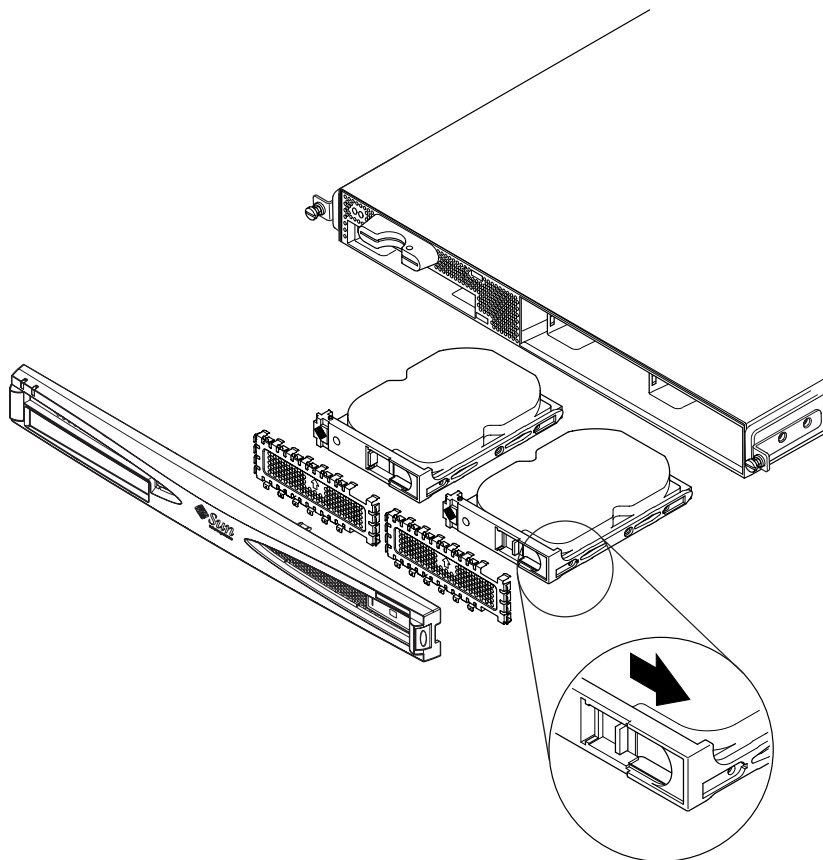

РИС. 4-1 Установка и отсоединение жестких дисков
- При *установке* жесткого диска вдвиньте его в лоток в передней части сервера (см. РИС. 4-1). С усилием нажимайте на диск до тех пор, пока не начнет закрываться металлический рычаг (в этот момент разъем диска заходит в разъем объединительной платы). Затем нажмите на металлический рычаг до защелкивания жесткого диска.
- При *извлечении* жесткого диска сдвиньте вправо фиксатор, расположенный на передней стороне диска (см. РИС. 4-1). При этом откроется металлический рычаг. Удерживая фиксатор, вытащите диск наполовину из отсека и подождите одну